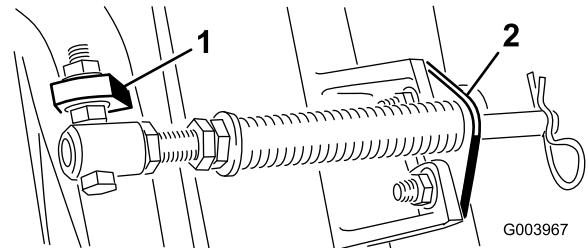

Рисунок 5
Примечание: Головку болта следует расположить в направлении наружной стороны выступа, как показано на Рисунок 5.
D. Присоедините кронштейн штока к выступам режущих блоков с помощью каретных болтов и гаек (Рисунок 5).